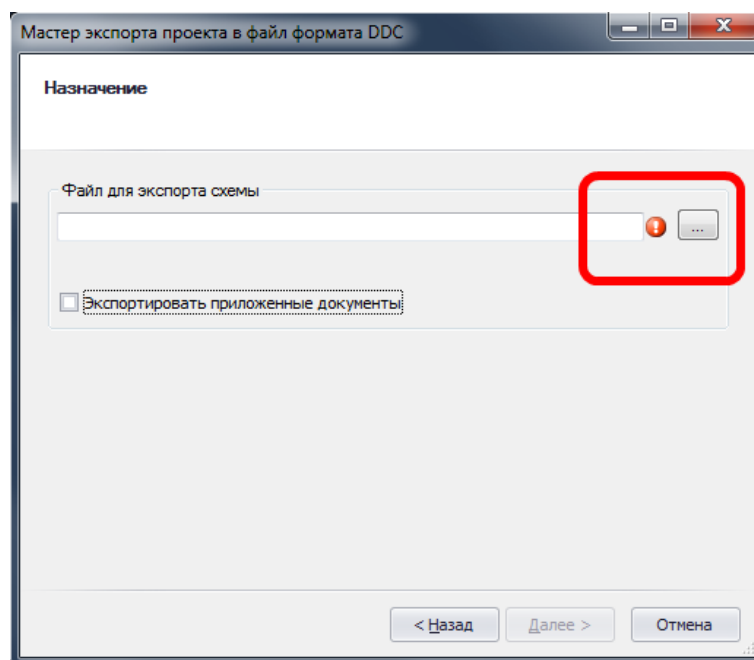

Рис. 374. Выбор файла для экспорта
2. В отобразившемся окне мастера нажмите кнопку  - «Выбор», отмеченную на Рис. 374 для выбора места сохранения экспортируемого файла проекта. Выбор осуществляется с помощью стандартного механизма операционной системы.